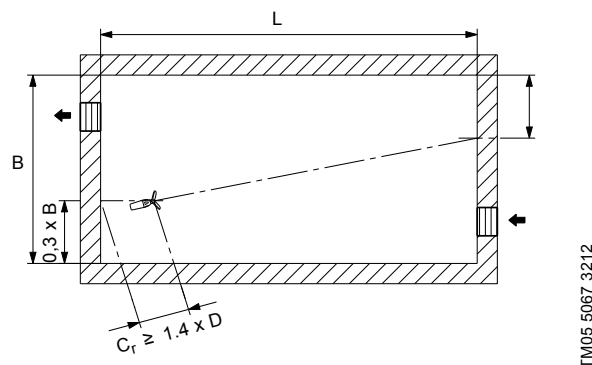

Рис. 31 Монтажное положение мешалки при коэффициенте резервуара $1,5 < L/B \leq 2,5$
Монтажное положение мешалки в прямоугольном резервуаре зависит от соотношения длины (L) и ширины (B) резервуара ("коэффициент резервуара"). Это обеспечивает оптимальную производительность мешалки и создание равномерно распределённых скоростей потока. Такой поток перемешивает твёрдые частицы с жидкостью, предотвращая образование осадка. Правила выбора монтажного положения, представленные на рис. 31 и 32, также относятся и к образователям потока.
Если коэффициент резервуара составляет $1,5 < L/B \leq 2,5$, мешалку необходимо установить так, как показано на рис. 31.